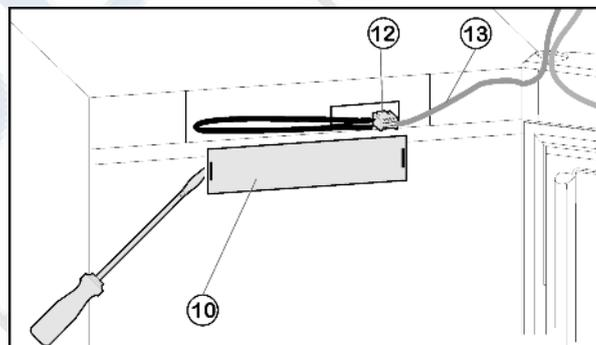

Fig. 4
- ▶ Снимите переднюю накладку Fig. 4 (6) с помощью плоской отвертки.
- ▶ Снимите контакт и извлеките разъем Fig. 4 (12).
- ▶ Высвободите из направляющей серый кабель Fig. 4 (13).
- ▶ Снова установите разъем *Fig. 4 (12)*.
- ▶ Снова установите крышку *Fig. 4 (10)*.